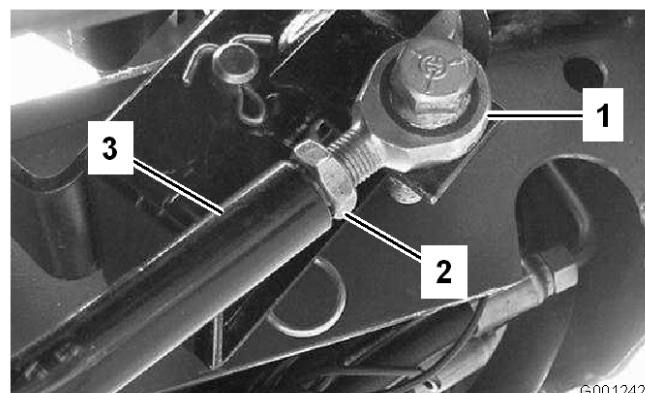

Bild 66
3. Wenn eine weitere Einstellung erforderlich ist, stellen Sie die Fahrtriebsstange (Bild 66) wie folgt ein: